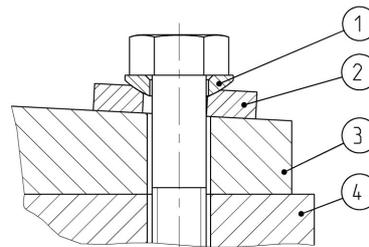

Abb.43: Kugelscheibe-Kegelpfanne-Kombination
- ▶ Für die mechanische Befestigung des Schraubenverdichters auf dem Schraubenverdichteraggregat ist eine winkelausgleichende Unterlage als Kugelscheibe-Kegelpfanne-Kombination nach DIN 6319 zu verwenden siehe Abbildung 43, Seite 169. Diese Kugelscheibe-Kegelpfanne-Kombination ist dem Verdichter beigelegt.